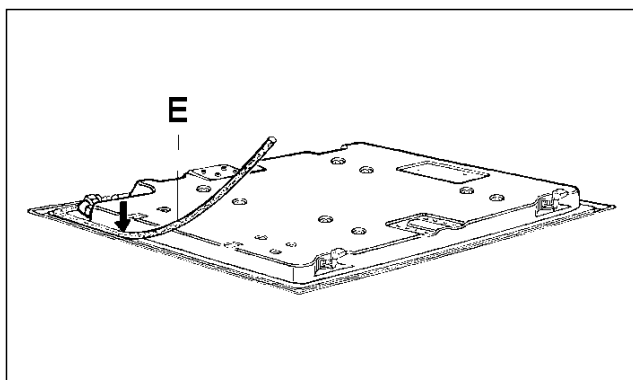

РИС. 9
- Переверните рабочую поверхность. Правильно расположите прокладку "Е" (рис. 9) под краями рабочей поверхности таким образом, чтобы внешняя сторона прокладки точно совпала с внешним краем рабочей поверхности. Края полосок должны совпадать, не выступая друг над другом.